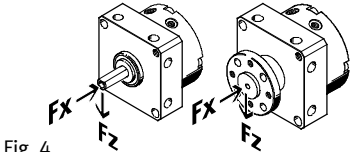

Fig. 4
- Al fijar la carga útil, asegúrese de que se cumplen las siguientes especificaciones (Fig. 4):